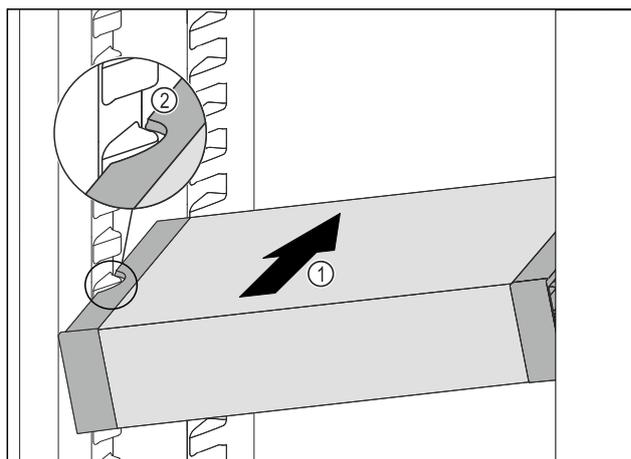

Fig. 133
- ▶ VarioSafe gurajte koso u hladnjak Fig. 133 (1) sve dok se bočni otvori Fig. 133 (2) ladice VarioSafe ne nađu na visini žljeba spremnika u hladnjaku.